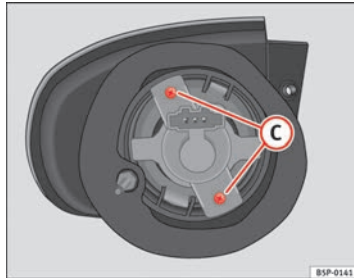

Abb. 191 Blinklicht
- Drehen Sie die Schrauben ⇒ Abb. 191 **C** aus dem Lampenträger heraus und ziehen Sie diesen heraus.
- Drehen Sie die Schrauben ⇒ Abb. 191 C des Lampenträgers heraus und ziehen Sie diesen heraus.